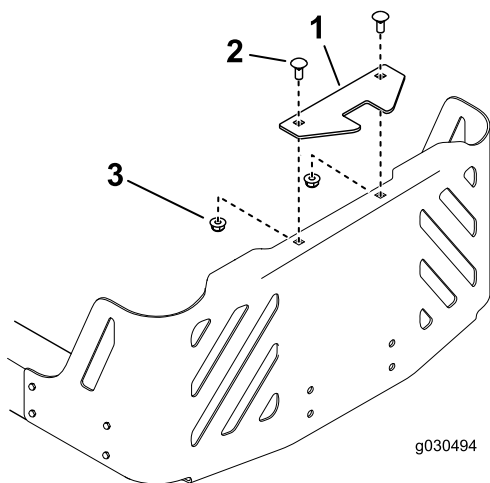

Figure 10
Remarque: Le support de stabilisation n'est utilisé que sur les modèles de 2015 et ultérieurs (Figure 10).
1. Montez le support de stabilisation sur le carénage de moteur au moyen de deux boulons de carrosserie (5/16 x 3/4 po) et deux contre-écrous (5/16 po) (Figure 10).